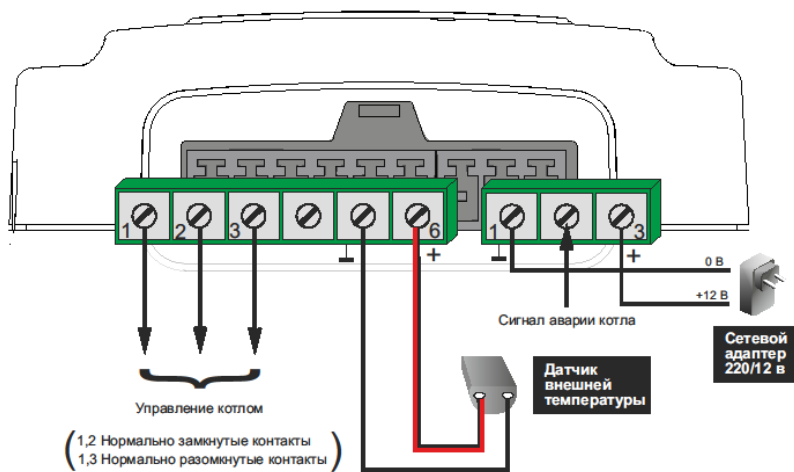

Рис. 2 Схема подключений
**Подключение питания к термостату** выполняется через сетевой адаптер 220В/12В из комплекта поставки, в соответствии со схемой подключения (см. рис.2).
**Подключение внешнего температурного датчика** из комплекта поставки выполняется в соответствии со схемой подключения (см. рис.2).
**Подключение термостата к отопительному котлу** выполняется в соответствии с технической документацией на котел через штатный разъем (см. рис.2).
Если на котле есть аварийные контакты на замыкание при аварии, то для формирования и отправки оповещения об этом событии необходимо подключить эти контакты ко входу термостата № 2 (см. рис. 2)